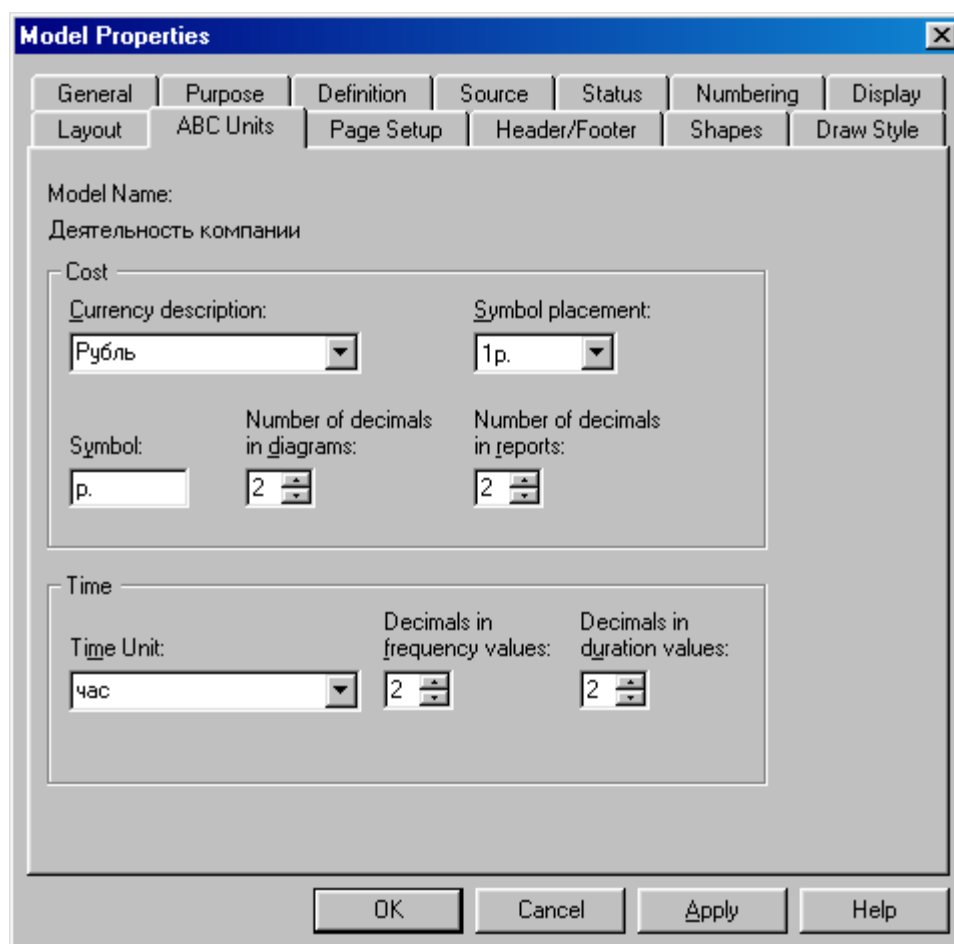

Рисунок 1.65 – Вкладка ABC Units диалога Model Properties
1. В диалоговом окне **Model Properties** (вызывается из меню **Mode/Model Properties**) во вкладке **ABC Units** (рисунок 1.65) установите единицы измерения денег – рубли – и времени – часы.